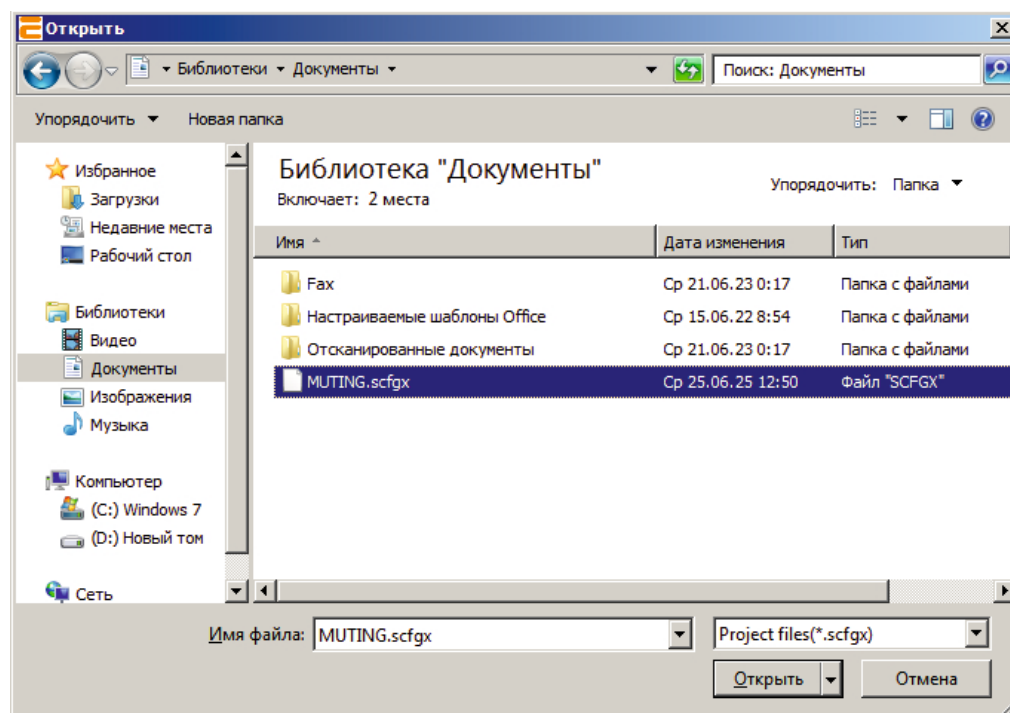

Рис. 7
- В открывшемся окне выберите файл «MUTING.scfgx» и нажмите кнопку «Открыть» (Рис. 7).